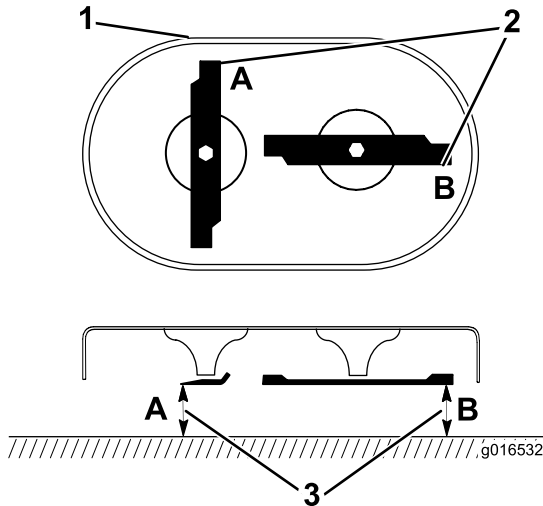

Figura 35
1. Gire las cuchillas hasta que estén posicionadas como se muestra en la Figura 35.
2. Mida desde una superficie nivelada hasta los filos de corte, en las posiciones **A** y **B** (Figura 35) y anote las dimensiones.